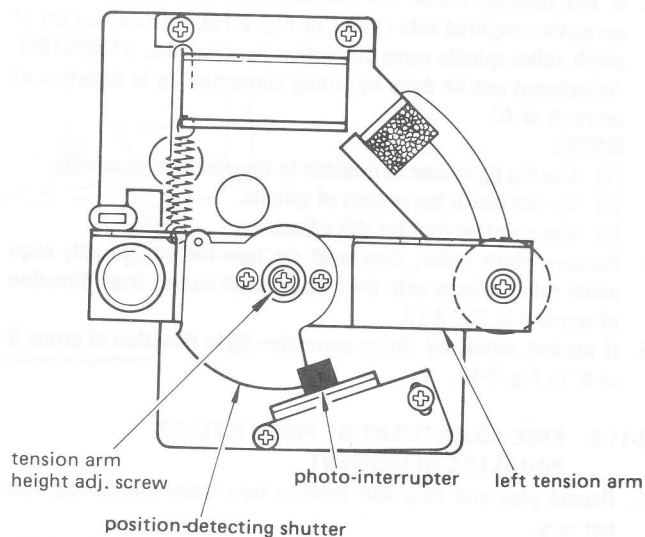

Fig. 2-10
3. Stop left (right) inertia roller's rotation by hand. Adjust by turning the left (right) tension arm height adjusting screw (refer to Fig. 2-10) so that the tape moves in the center of the inertia roller.
2. 調整しようとする側のガイドローラの回転を手で止め、ガイドローラのセンターをテープが走行するようにテンションアーム高さ調整ナット(図2-10参照)を調整する。